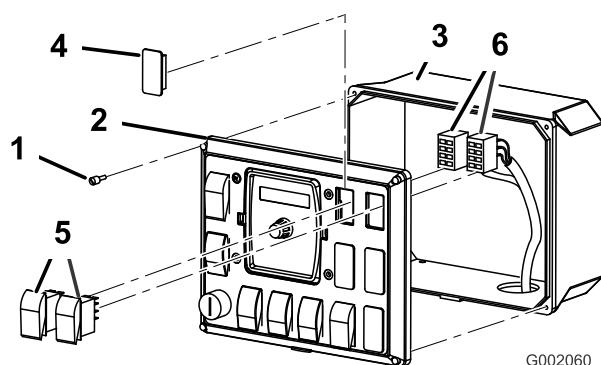

Figure 28
1. Desserrez les 4 vis qui fixent le panneau avant au boîtier de commande (Figure 28).
2. Déposez le panneau avant pour exposer l'intérieur du boîtier de commande (Figure 28).
3. Soulevez et déposez les 2 caches du panneau de commande de pulvérisation sur le véhicule, et remplacez-les par les 2 interrupteurs à bascule fournis (Figure 28).